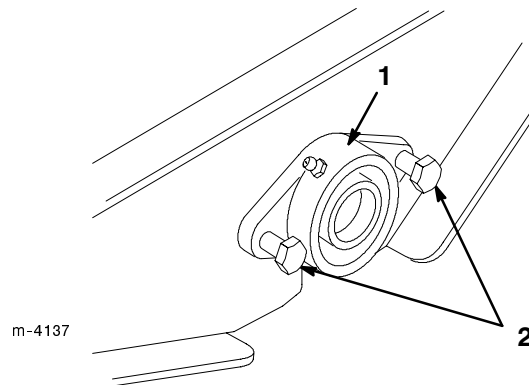

Figure 20
4. Desserrer les deux boulons de fixation du collier de blocage de l'essieu (Fig. 20).